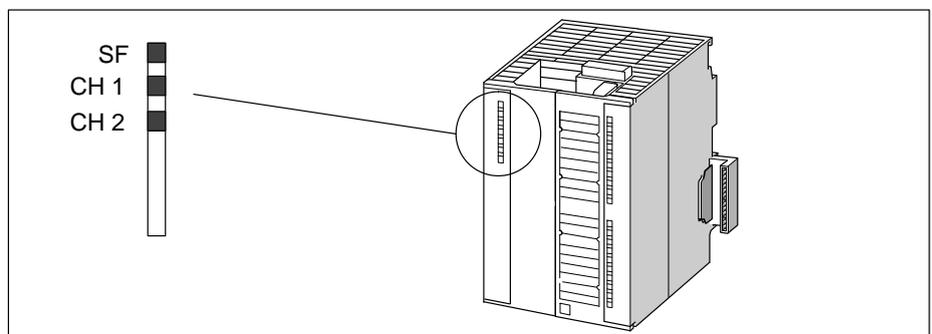

Figura 11-1 Visualizzazioni di stato e d'errore della FM 351
- il LED "SF" (vedere la figura 11-1 sotto riportata) non si spegne e
- illuminazione dei LED "SF" (vedere figura 11-1) e